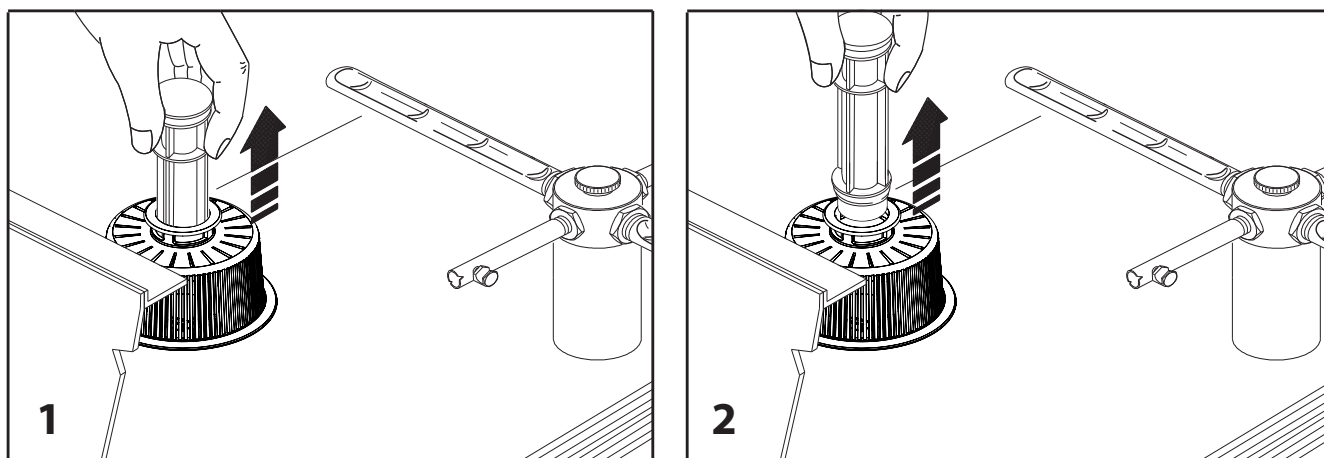

Fig. 16
2. togliere il tubo di troppo pieno (fig. 16)